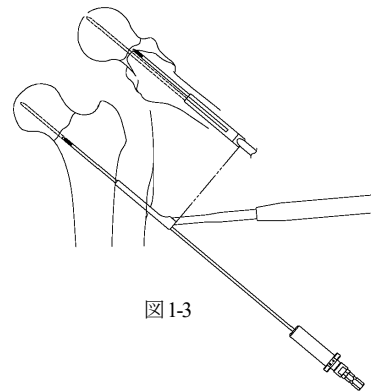

図 1-3
2.4 ガイドピンパラレルガイドを用いることにより、ガイドピンの位置を修正することが可能です。2 本目のガイドピン刺入の際、ガイドピンアダプタが 1 本目のガイドピンに干渉する恐れがあるので、慎重に行ってください。（図 1-3）